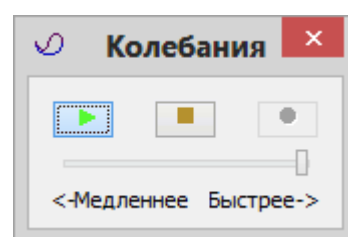

Рис.4.35. Диалоговое окно Колебания
- В диалоговом окне **Колебания** (рис.4.35) щелкните по кнопке  – **Воспроизвести анимацию**.